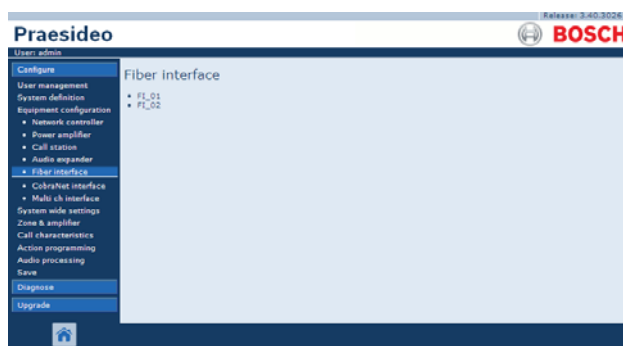

рисунок 44.50: Конфигурирование волоконно-оптического интерфейса, шаг 1
- 1 Перейдите *Configure > Equipment configuration > Fiber interface*. В основной части веб-интерфейса откроется экран, подобный экрану, приведенному на рисунок 44.50.